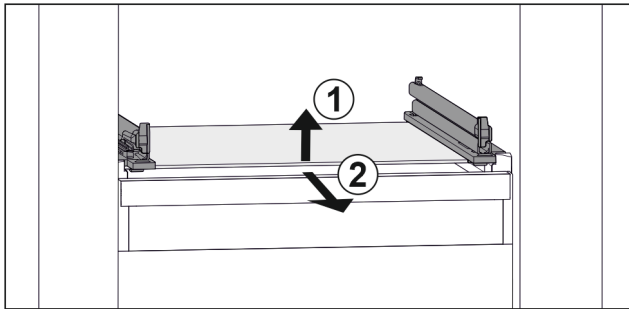

Fig. 84 Exemple de représentation de la tablette en verre
- Soulever la tablette en verre par l'avant. Fig. 84 (1)
- Retirer la tablette en verre par l'avant. Fig. 84 (2)